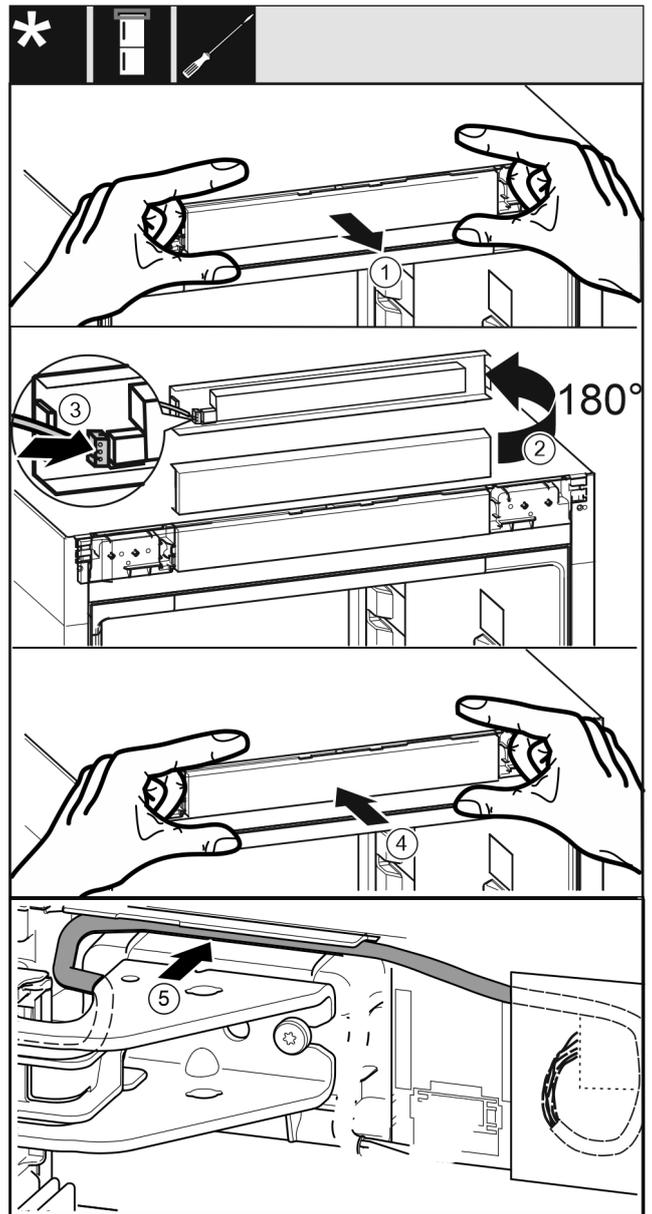

Fig. 31
- ▶ Осторожно извлеките фальшпанель. Fig. 31 (1)
- ▶ Поверните элемент вверх на 180°. Fig. 31 (2)
- ▶ Зафиксируйте штекер на фальшпанели. Fig. 31 (3)
- ▶ Снова зафиксируйте фальшпанель на устройстве. Fig. 31 (4)
- ▶ Осторожно проложите серый кабель в направляющей над верхним опорным кронштейном. Fig. 31 (5)